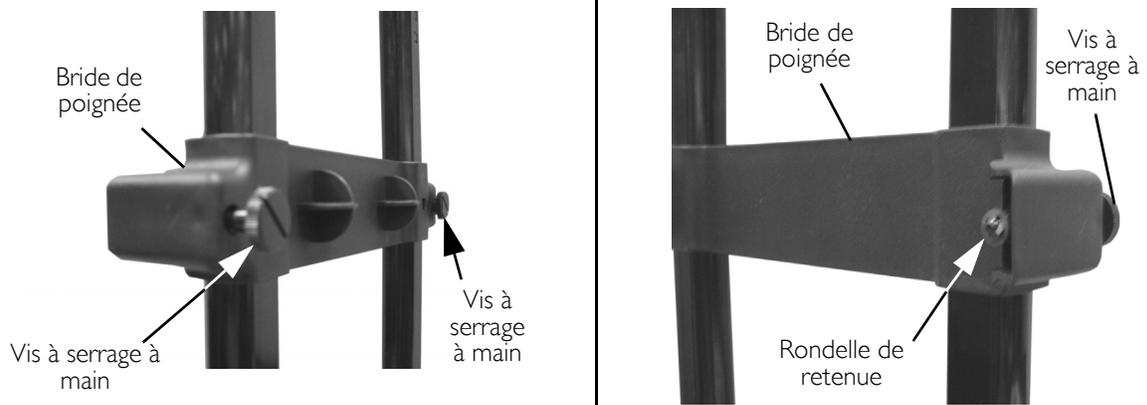

FIGURE 3 Fixation de la bride de poignée
6. Insérez les deux vis à serrage à main dans la bride située sur l'ensemble de poignée (FIGURE 3).
7. Fixez les vis avec les rondelles de retenue (FIGURE 3).